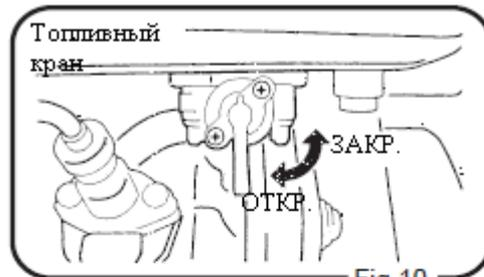

Fig.10
- Откройте топливный кран (рис. 10).